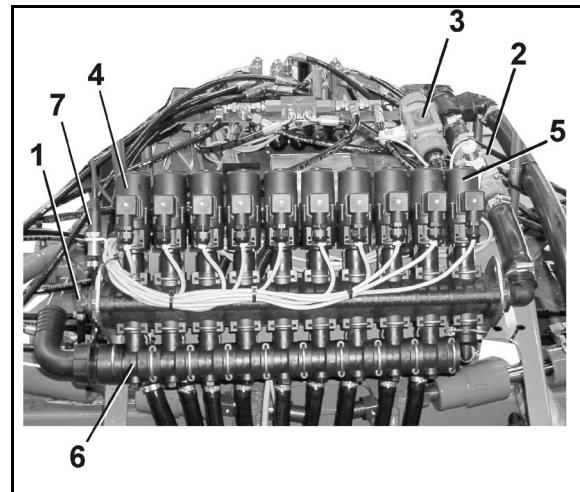

Fig. 96
- (1) Timoneria de stropire cu conductele de stropire
- (2) Jugurile siguranței de transport
- (3) Cadrul paralelogram pentru ajustarea pe înălțime a timoneriei de stropire
- (4) Tub de protecție a duzelor
- (5) Distanțierul
- (6) Siguranța brațelor exterioare în consolă, vezi în pagina 117
- (7) Compensatorul de oscilații, vezi pagina 116
- (8) Supapă și robinet de comutare pentru sistemul DUS
- (9) Armătura timoneriei, vezi Fig. 96